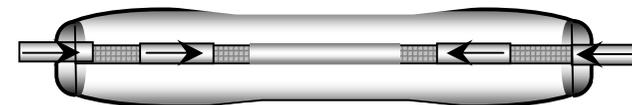

Рис.4
- Совместить крышку рециркулятора с основанием и зафиксировать соединение при помощи соединительных планок (рис.4).